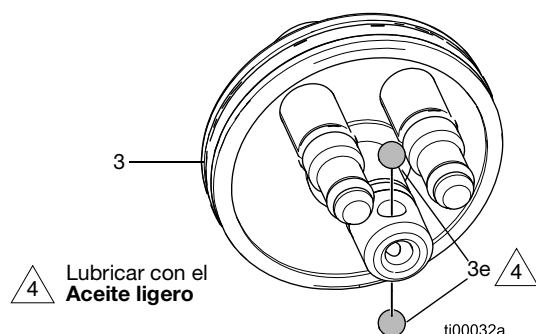
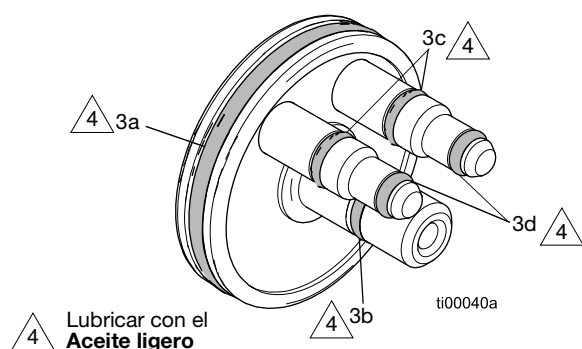

FIG. 35: Ubicación de los cojinetes de bolas del pistón
FIG. 36: Ubicación de las juntas del pistón
1. Asegúrese de que los cojinetes de bolas (3e) están en su sitio. Consulte la FIG. 35.
3. Instale el pistón (3) en el cuerpo de la pistola.
4. Lubrique e instale la guía del muelle (9) en el pistón (3).
5. Coloque el muelle de fluido (11).
6. Ponga el muelle de aire (16).
7. Apriete la tapa del pistón (5) en la pistola.
| 3‡ | 2000514 | Conjunto de pistón (incluye 3a-3e) (véase FIG. 35 y FIG. 36) | 1 |
| 3e‡ | 2000531 | Cojinetes del pistón (véase FIG. 35) | 2 |